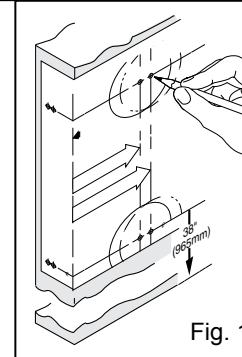
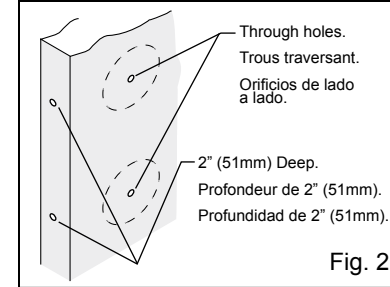
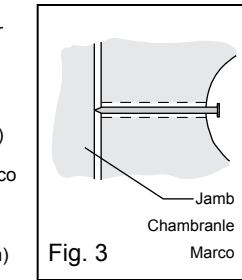

Fig. 1
Fig. 2
Fig. 3
Note 1. **A.** Determine your backset, see (figure 1). **B.** If your backset measured 2-3/4" (70mm), adjust the backset of latches as follows: For top latch, rotate front of latch 180° (see figure 2). For bottom latch, grasp spring pin (a) and move it from the 2-3/8" slot to the 2-3/4" slot (see figure 3).
Remarque 1. **A.** Déterminez l'écartement, voir (figure 1). Les verrous n'ont pas besoin de réglage si l'écartement fait 2-3/8" (60 mm). **B.** Si votre écartement mesurait 2-3/4" (70mm), ajustez l'écartement des verrous comme suit: Pour le verrou supérieur, tournez l'avant du verrou 180° (voir figure 2). Pour le verrou inférieur, se saisir le la goupille-ressort (a) et la déplacer de l'encoche de 2-3/8" à l'encoche de 2-3/4" (voir figure 3).
A. Follow steps 1 through 3 of template (see fig. 1). **B.** Drill 1/8" (3mm) diameter pilot holes where marked (see fig. 2). **C.** Drill the 2-1/8" (54mm) hole about halfway through door, then finish drilling from the other side to prevent splintering. **D.** Mark location for strike plate holes in door jamb, by closing door and pressing a 2" (51mm) common nail from inside 2-1/8" (54mm) hole through pilot hole until nail makes indentation in door jamb (see fig. 3). **E.** Drill 1" (25mm) diameter holes in door edge and jamb. Drill the top hole in jamb a minimum of 1" (25mm) deep and the bottom hole 5/8" (16mm) deep. **F.** Trace face of latches in door edge and chisel out area 5/32" (4mm) deep, (no chiseling is required for bottom latch if you are using a drive-in latch (latch without face plate). **G.** Center appropriate strike over holes in door jamb and trace outlines. Chisel out area 1/16" (1.6mm) deep for bottom strike and 5/64" (2mm) deep for top strike. Place strikes on jamb and mark screw hole centers. For top strike, drill 1/8" (3mm) diameter pilot screw holes a minimum of 1-1/2" (38mm) deep. For bottom strike, drill 3/32" (2mm) diameter pilot screw holes a minimum of 1-1/2" (13mm) deep. **H.** Continue by following steps of INSTALLATION INSTRUCTIONS on reverse side.
A. Suivre les étapes 1 à 3 du gabarit (voir figure 1). **B.** Percer des trous-pilotes de diamètre 1/8" (3mm) aux endroits marqués (voir figure 2). **C.** Percer le trou de 2-1/8" (54 mm) jusqu'au milieu de la porte environ, puis finir de percer à partir de l'autre côté afin d'éviter l'éclatement du bois. **D.** Marquer l'emplacement des trous de la gâches sur le chambranle de la porte en fermant la porte et en poussant un clou ordinaire de 2" (51mm) de l'intérieur du trou de 2-1/8" (54mm) par le trou-pilote jusqu'à ce que le clou fasse une marque sur le chambranle de la porte (voir figure 3). **E.** Percer les trous de diamètre 1" (25mm) dans le bord de la porte et le chambranle. Percer le trou supérieur dans le chambranle au moins 1" (25mm) de profond et le trou inférieur 5/8" (16mm) de profondeur. **F.** Tracer la face des verrous sur le bord de la porte et couper au ciseau sur une profondeur de 5/32" (4 mm), (ceci n'est pas nécessaire pour le verrou inférieur si vous voulez un verrou à enfoncement (verrou sans tétière). **G.** Centrer la gâche appropriée sur les trous dans le chambranle de la porte et tracer le pourtour. Mortaiser la surface tracée sur une profondeur de 1/16" (1,6mm) pour la gâche inférieure et 5/64" (2mm) pour la gâche supérieure. Placer les gâches sur le chambranle et marquer le centre des trous de vis. Percer des trous-pilotes de 1/8" (3mm) de diamètre sur une profondeur minimale de 1-1/2" (38mm) pour la gâche inférieure. Percer des trous-pilotes de 3/32" (2mm) de diamètre sur une profondeur de 1/2" (13mm) pour la gâche inférieure. **H.** Continuer en suivant les étapes des INSTRUCTIONS D'INSTALLATION au verso